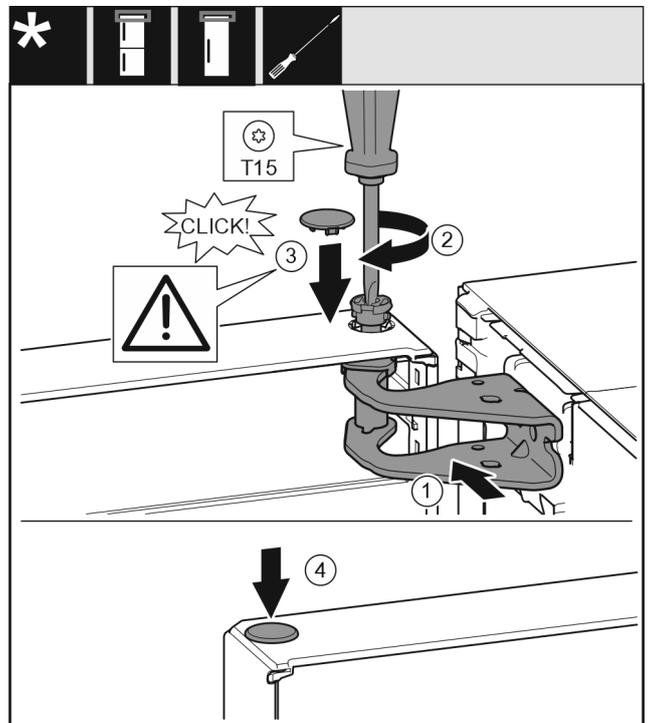

Fig. 18
- ▶ 将门的上方对准托架中的开口。 Fig. 18 (1)
- ▶ 放入螺栓并用 T15 螺丝刀拧紧。 Fig. 18 (2)
- ▶ 安装冰箱门安全装置的安全盖：放入安全盖并检查其是否紧贴门上。否则，需将螺栓完全插入。 Fig. 18 (3)
- ▶ 放上堵头。 Fig. 18 (4)